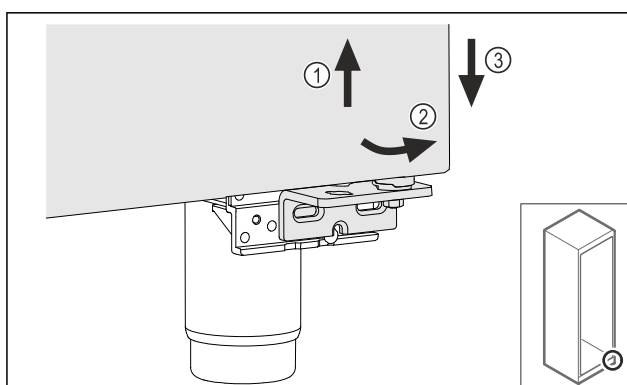

Fig. 11
- Soulever légèrement la porte Fig. 11 (1), la faire basculer vers l'avant Fig. 11 (2) et l'abaisser Fig. 11 (3).